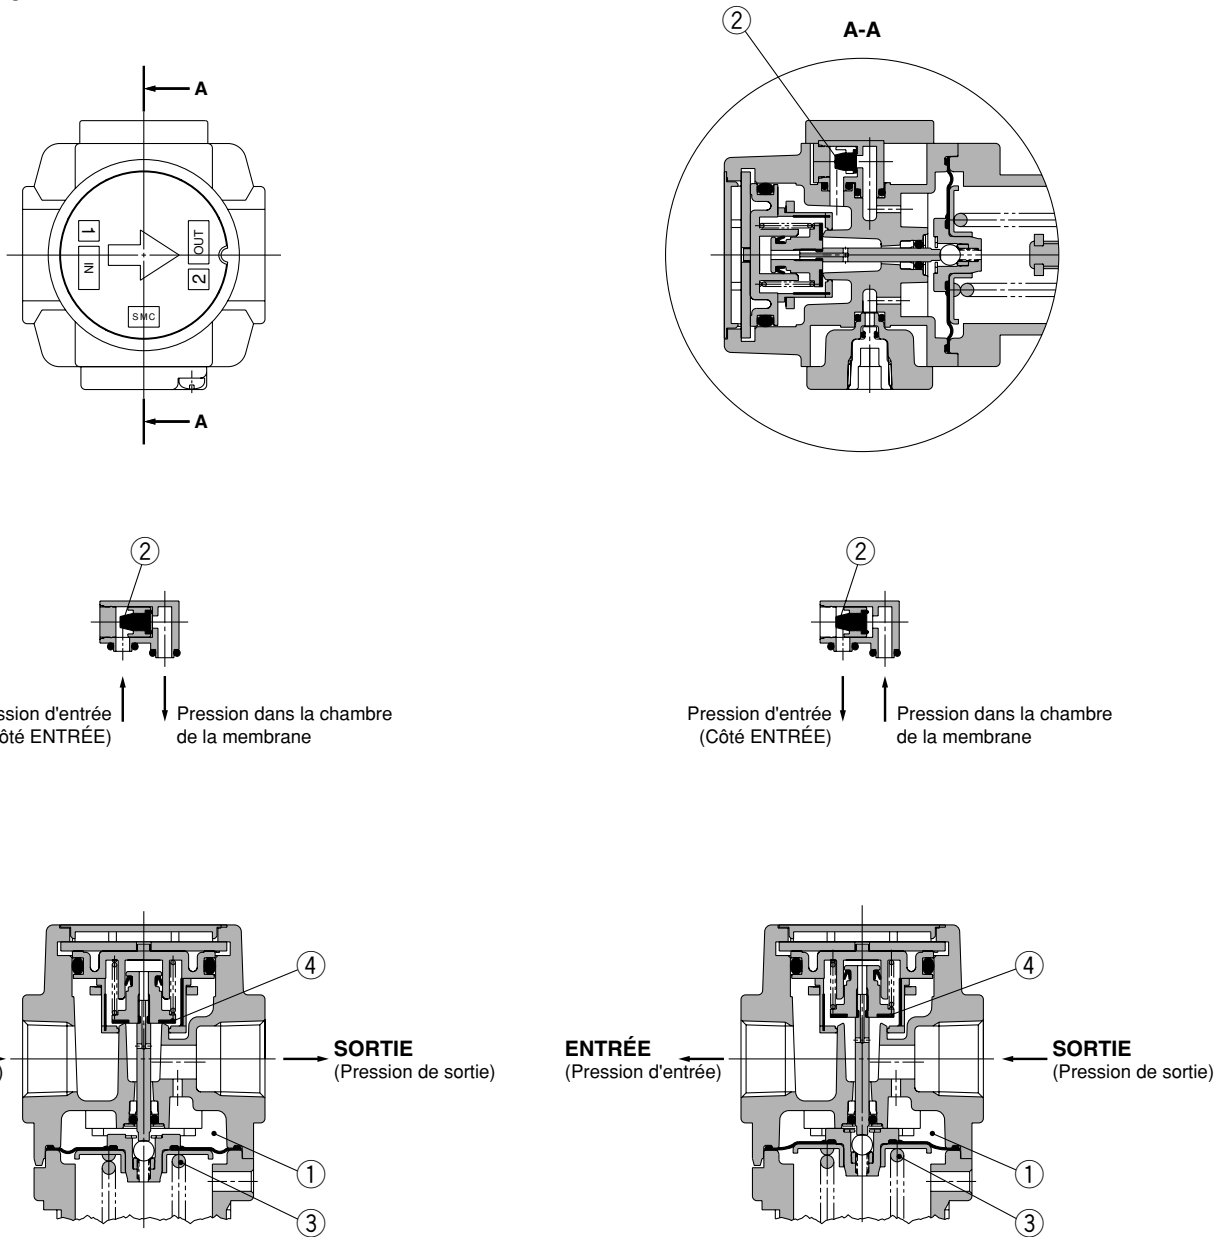

Figure 1 Fonctionnement normal
Lorsque la pression d'entrée est supérieure à la pression de réglage, le clapet antiretour ② se ferme et fonctionne comme un régulateur normal (Figure 1 ).